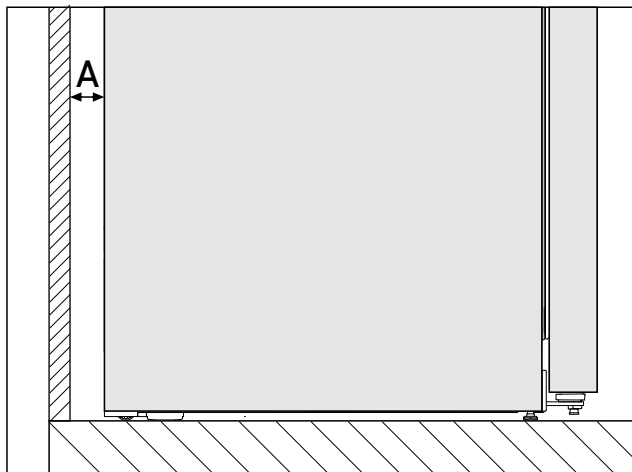

Fig. 3 \*
Konsumi i energjisë është përcaktuar me një distancë Fig. 3 (A) midis faqes së pasme të pajisjes dhe murit. Kur distanca nga muri është më e vogël se Fig. 3 (A), nuk ka ndikim në funksionalitetin e pajisjes. Në distancën e vogël të murit mund të rritet pak konsumi i energjisë dhe mund të krijohet kondensim në faqen e pasme të pajisjes.\*